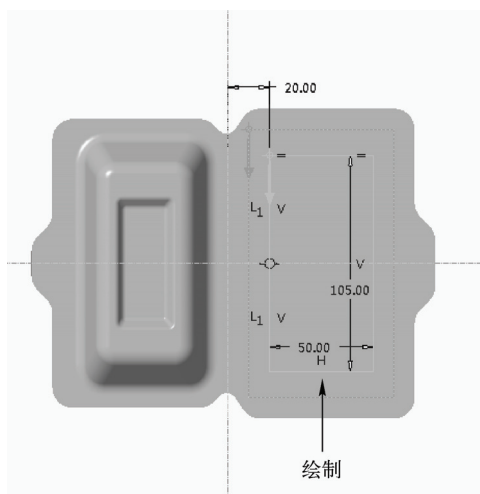

图 16-33 绘制草绘截面五
STEP 15 单击“关闭”面板中的“确定”按钮，完成截面绘制并退出草绘环境。在“输入偏移值”文本框中输入“5”，单击“截面”按钮，进入草绘环境，绘制草绘截面，如图 16-33 所示。